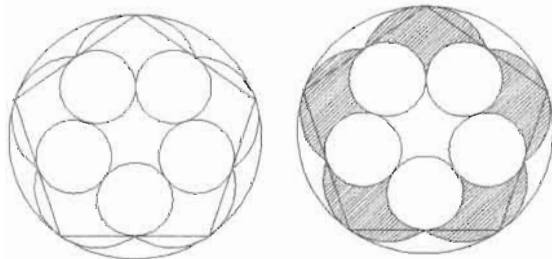

图 3-75
(8) 用相同的方法绘制出其余的 5 段圆弧，然后填充图案，效果如图 3-75 所示。关于图案填充的应用将在后面的章节详细讲解。